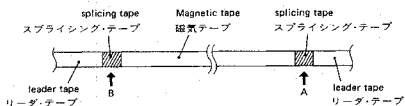

Fig. 4-10 Photo sensor adjustment (2)
2. Playing in REV direction, magnetic tape portion of test tape consists of elements in Fig. 4-10 (MT-5511 tape, etc.) adjust R57 so that a voltage of 3.0 V is obtained at TP.5(+), TP.6(-).
5. Set AUTO REVERSE switch in  $\curvearrowright$  position, then play tape in FWD mode from point A in Fig. 4-10. Check that tape motion changes in REV play mode at point B, then changes is FWD play mode at point A.
2. Fig. 4-10に示す構成のテスト・テープ (MT-5511 等) の磁気テープ部分を REV プレイで走行させたとき、TP. 5(+), TP. 6(-)の電圧が 3.0 V になるよう R57 を調整する。
5. AUTO REVERSE スイッチを  $\curvearrowright$  位置にセットし、テープを Fig. 4-10 の A 点より FWD プレイさせる。テープが B 点の位置で REV プレイに反転し、その後 A 点の位置から再び FWD プレイ動作することを確認する。